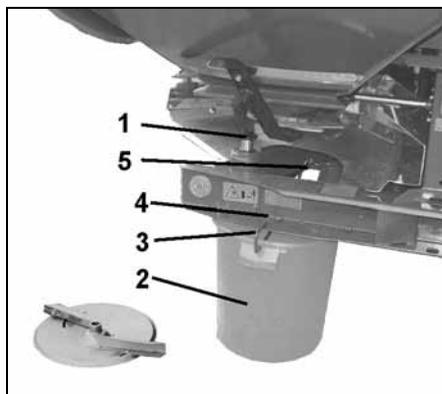

Fig. 24
- dévissez l'écrou à ailettes (Fig. 24/1) fixant le disque d'épandage gauche et retirez ce dernier de l'arbre de boîtier.
Accrochez le récipient d'étalonnage (Fig. 24/2) à l'aide de l'étrier (Fig. 24/3) sur le point d'accrochage arrière (Fig. 24/4 et Fig. 24/5) et le point d'accrochage avant fixé au châssis.